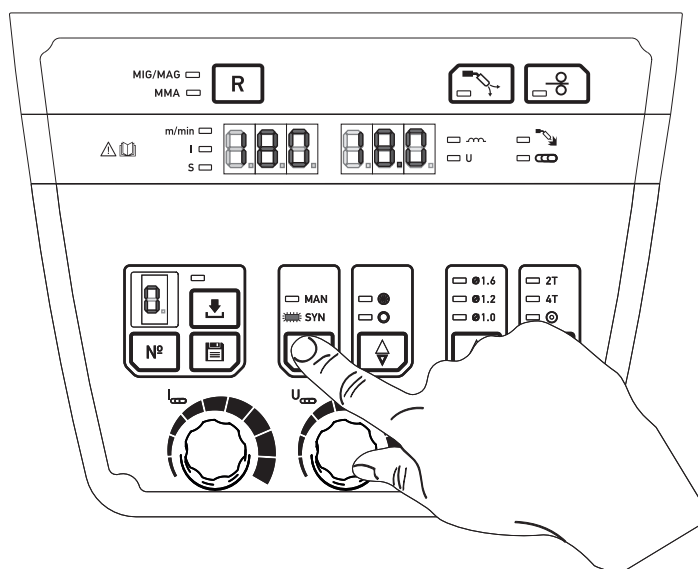

рис. 6.6
6.2.4. Кнопкой 5 выбрать режим регулировки параметров сварки (ручной или синергетический) (рис.6.6). Нажатием кнопки переключателя загорается соответствующий индикатор 4.